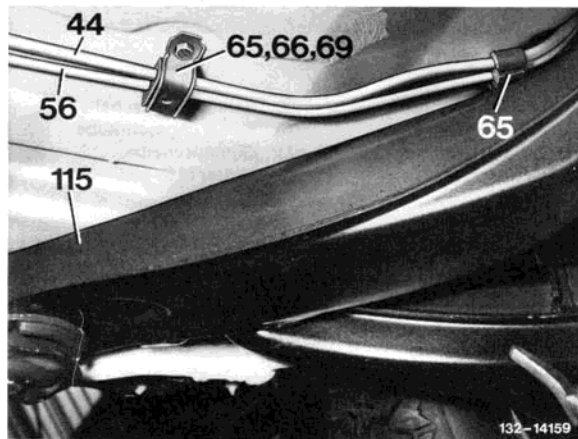

Bild 5
18 Ölzulaufleitung (44) und Ölrücklaufleitung (51 bzw. 55 und 56) am Rahmenboden verlegen (Bild 5 bis 8).